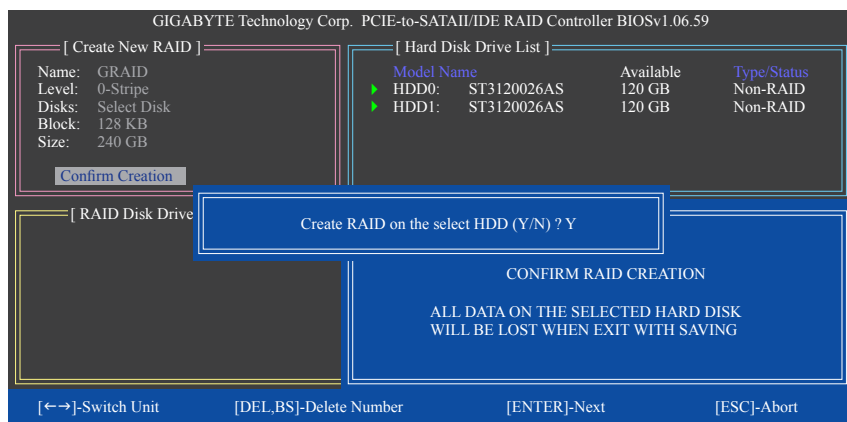

図 7
6. **作成の確認:** 上の項目をすべて構成すると、選択バーは **Confirm Creation** 項目に自動的にジャンプします。<Enter> を押します。選択を確認するように求めるメッセージが表示されたら (図 7)、<Y> を押して確認するか <N> を押して中断します。